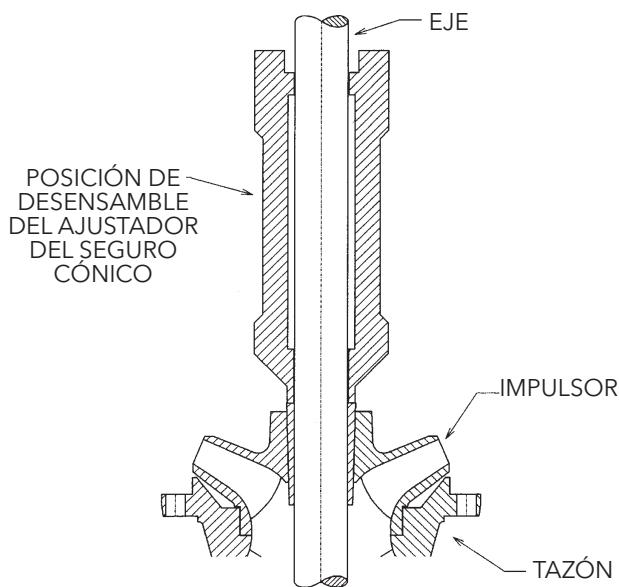

Figura 22
5. Inserte un destornillador dentro de la ranura en el seguro cónico (677) para ensancharla y deslizar el seguro cónico sobre el eje de la bomba. Detenga el impulsor contra el tazón y deslice el seguro sobre el cubo del impulsor.
6. Retenga el impulsor firmemente contra el tazón/campana de succión y coloque el seguro en su lugar con un ajustador del seguro cónico (ver Figura 22). Después de que el impulsor se ha fijado en su posición, el extremo superior del seguro debe estar a 1/8" sobre el cubo del impulsor.
7. Deslice el tazón intermedio (670) sobre el eje y asegúrelo con los tornillos de casquete proporcionados.